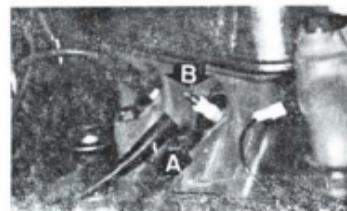

Fig. 86.
Las bujías (B) (fig. 86) están provistas de fundas de goma (A). Cada 10.000 km. se extraerán las bujías y se limpiarán los electrodos con cepillo de alambre, verificando, una vez limpios, la separación entre ellos, utilizando una galga calibrada, y volverán a ajustarse si fuese preciso para que dicha separación quede comprendida entre 0,75 y 0,80 mm.